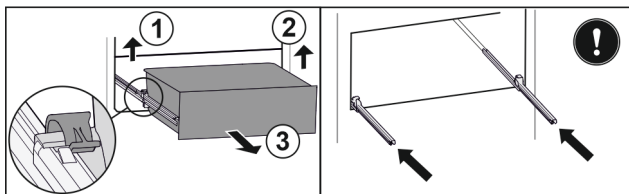

Fig. 112
- ▶ Linke Klemme anheben und gleichzeitig Schubfach links nach vorne ziehen. Fig. 112 (1)
- ▶ Rechte Klemme anheben und gleichzeitig Schubfach rechts nach vorne ziehen. Fig. 112 (2)
- ▶ Schubfach nach vorne entnehmen. Fig. 112 (3)